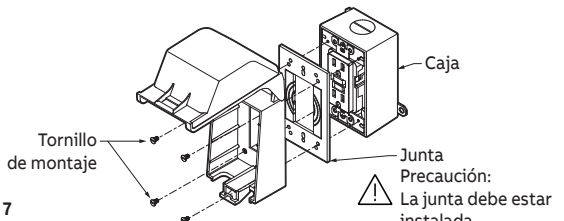

Figura 7
- Coloque la junta en la parte posterior de la placa de cubierta. Introduzca los tornillos de montaje a través del agujero en la placa de cubierta y la junta. Alinee los tornillos de montaje con los agujeros en la caja. Fije la placa de cubierta a la caja (Figura 7).